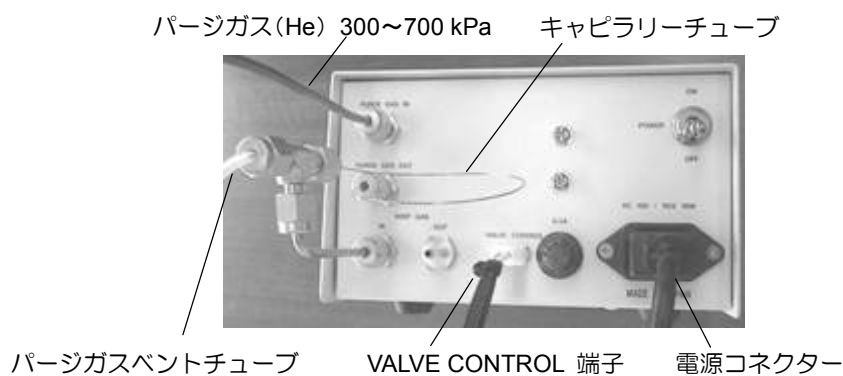

Fig. 3.17 フローコントローラー背面のガス管、ケーブルの接続
- ② 電源ケーブルをフローコントローラー背面の“AC 100/115 V” の電源コネクタに接続します（Fig. 3.17）。
AC ケーブルを AC 100 V 電源に接続します（Fig. 3.17）。